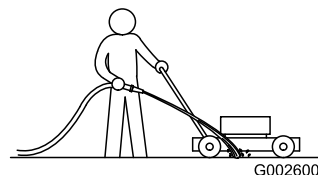

Figura 15
3. Mentre il motore acceso e la lama è innestata, spruzzate un getto d'acqua davanti alla ruota **destra** posteriore (Figura 15).